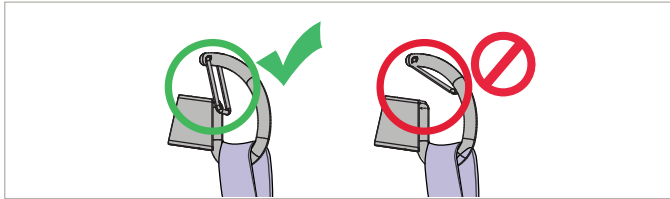

Fig.4
- los pestillos estén correctamente cerrados (consulte la Fig.4).